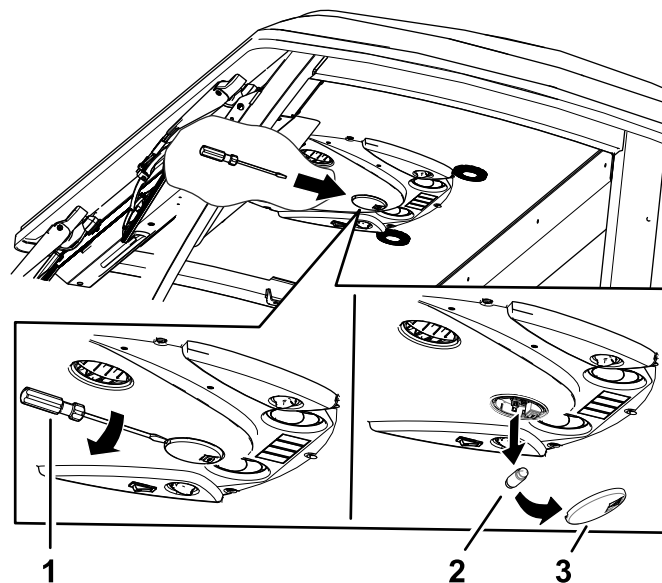

Рисунок 90
1. Снимите защитное стекло осветительного прибора с панели управления с помощью отвертки (Рисунок 90).
2. Выньте лампу из основания осветительного прибора (Рисунок 90).